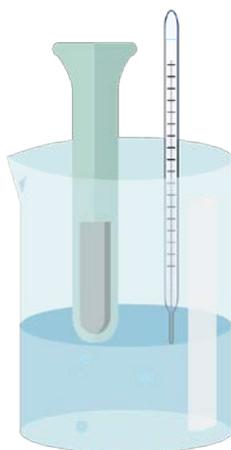

Figura 7. Montagem do calorímetro no béquer.
3. Pese um béquer vazio com precisão de 0,01g. Esse béquer será o calorímetro utilizado nesta parte do experimento. Coloque água suficiente para cobrir a cera contida no tubo de ensaio, conforme ilustrado na Figura 7. Meça a temperatura da água e pese o béquer com a água.